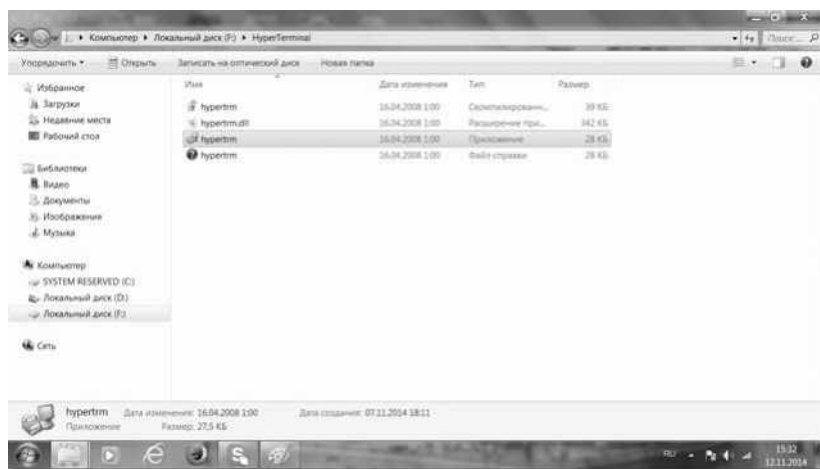

Рис. 16
4.1. Для установки программы необходимо выбрать Установочный файл приложения под названием «hyperterm.exe» (рис.16).